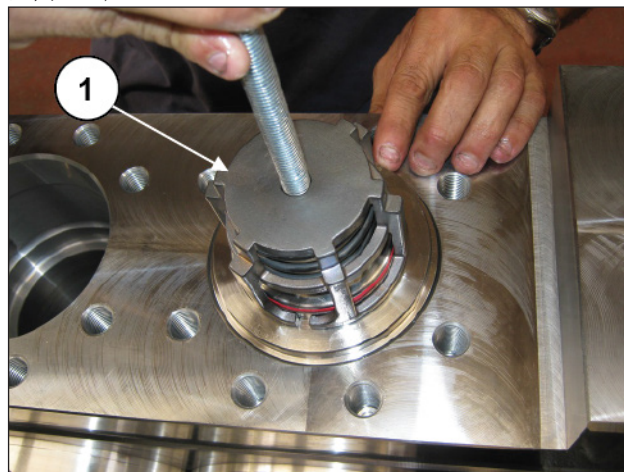

图 170
取出排出阀组，可将锤式拔取器安装在阀导承的M12孔（①，图 170）。